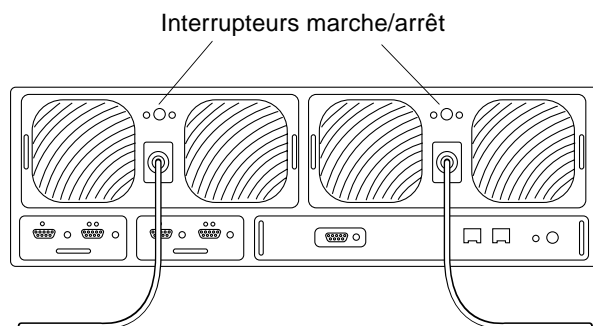

FIGURE 5-5 Cordons d'alimentation connectés aux unités d'alimentation et de refroidissement
- 1. Mettez l'unité d'alimentation et de refroidissement hors tension en appuyant sur l'interrupteur marche/arrêt (FIGURE 5-5).**
- 3. Débranchez le cordon d'alimentation du connecteur de l'unité d'alimentation et de refroidissement en serrant les deux côtés du connecteur et en tirant vers vous (FIGURE 5-5).**